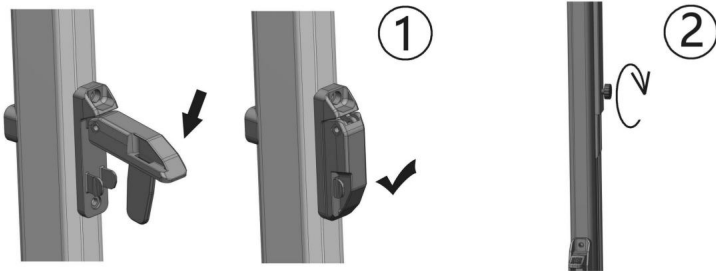

Abbildung D18
4.2.7 Drücken Sie die Verfahrssperre in der Mitte des Tragarms nach unten und ziehen Sie die Schraube der Innenstange fest. Die Markise ist geschlossen. (Bild D18)